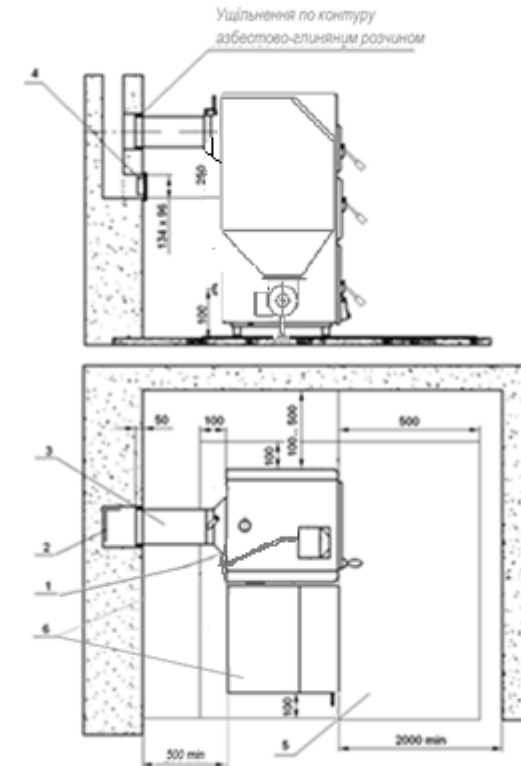

Рис. 2 Рекомендована схема установки апарата і приєднання до димової труби.
- рекомендовані розміри установки апарата згідно рис. 2.
2.2.2.1.5 Перед встановленням апарата на підлогу положити металевий лист згідно рис. 2.